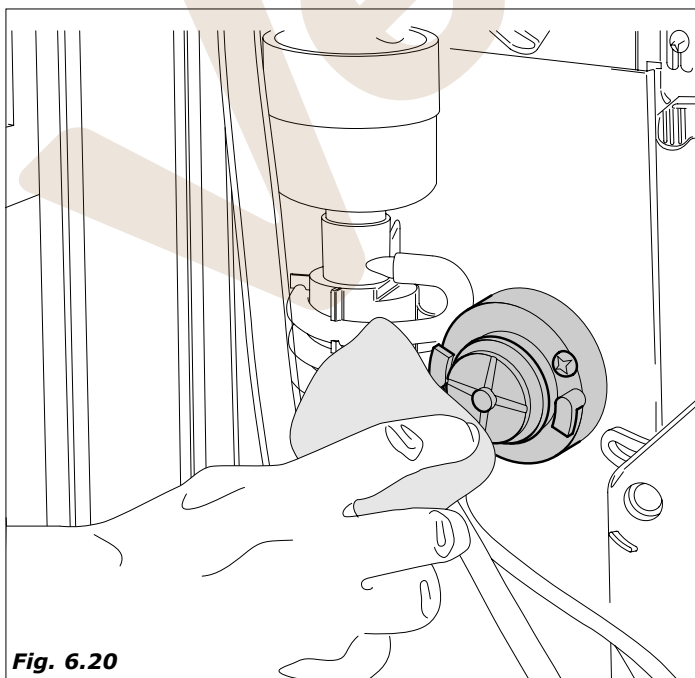

Fig. 6.20
- con un trapo humedecido,(en la solución), limpiar la base de las batidoras (Fig.6.20)